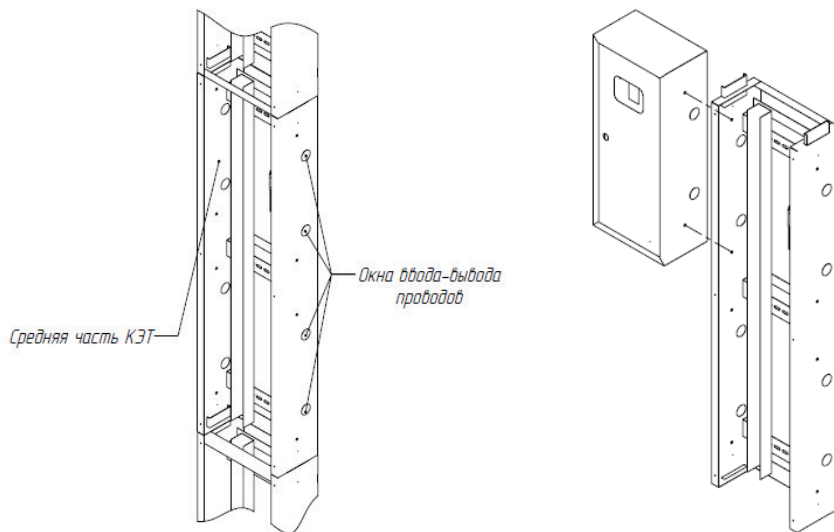

Рисунок 7 – Монтаж ЯУР к средней части КЭТ
3.5 На средней части КЭТ, со стороны, где будет установлен ЯУР, извлечь металлические заглушки окон. Если ввод и вывод будет производиться через одно окно то извлекается одна заглушка (см. рисунок 7).